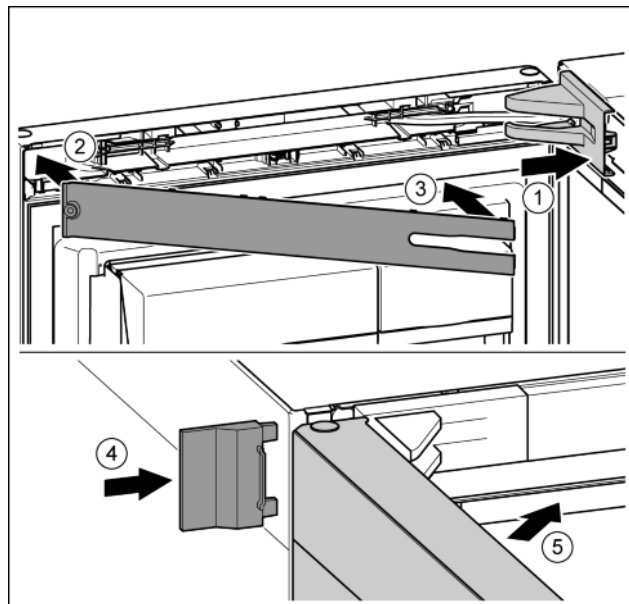

Fig. 50
- ▶ Założyć osłonę płytki zawiasu i zazębnić, ew. ostrożnie odsunąć. Fig. 50 (1)
- ▶ Założyć zaślepkę. Fig. 50 (2)
- ▶ Przechylić i zazębnić zaślepkę. Fig. 50 (3)
- ▶ Wsunąć zewnętrzną osłonę. Fig. 50 (4)
- ▶ Zamknąć górne drzwi. Fig. 50 (5)